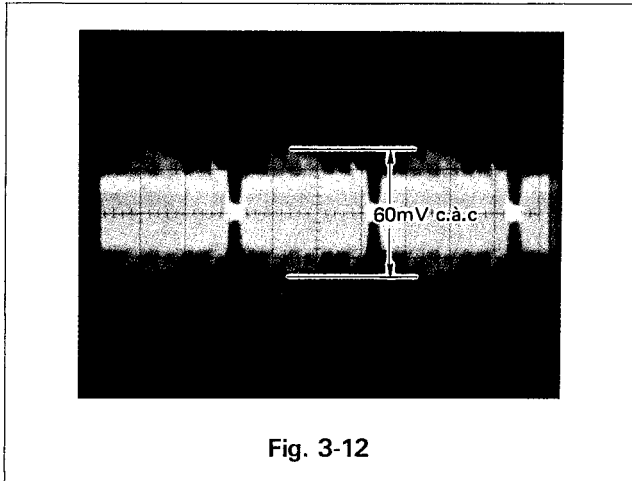

Fig. 3-12
- Régler VR6A0 pour obtenir 60 mV c.à.c Voir Fig. 3-12.